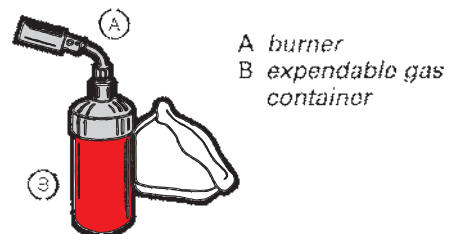

Fig. 1.39 Disposable cartridge gas torch
- **Disposable cartridge type** (Fig. 1.39)